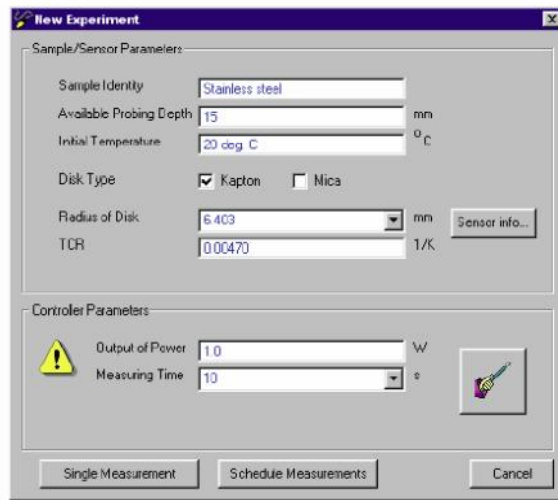

图 10
室温样品支架包括样品支架和不锈钢材质的传感器支架（图10），专用于聚亚酰胺绝缘传感器。样品架可以容纳高为40mm，直径70mm 尺寸的样品。
(6) 选择“Standard”，然后点OK，出现图10；
(7) 选择实验参数：